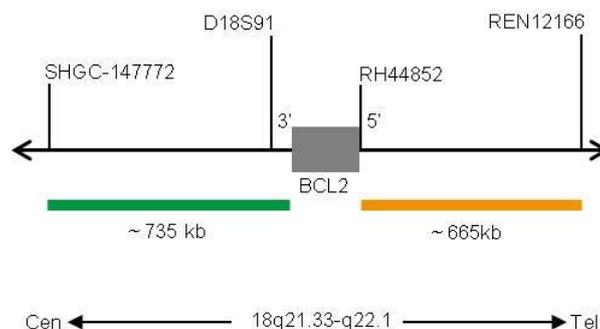
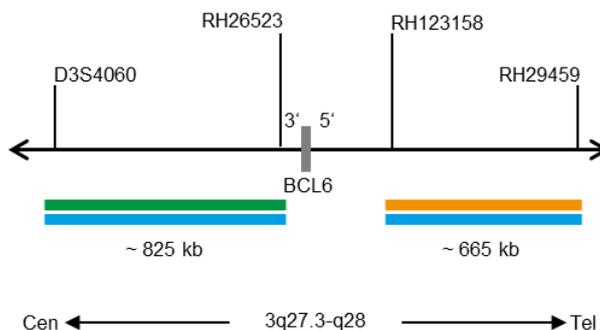

Fig. 1: BCL2 Mapa de la sonda (no está a escala)
Fig. 2: BCL6 Mapa de la sonda (no está a escala)
- Polinucleótidos marcados en verde (excitación a 503 nm/emisión a 528 nm) ZyGreen (~10 ng/ μ l), dirigidos a secuencias localizadas en 18q21.33* (chr18:60,046,152-60,779,138) proximales a la región del punto de ruptura de BCL2 y en 3q27.3* (chr3:186,578,337-187,403,834) proximales a la región del punto de ruptura de BCL6 (ver Fig. 1 y Fig. 2).
- Polinucleótidos marcados en naranja (excitación a 547 nm/emisión a 572 nm) ZyOrange (~2,5 ng/ μ l), dirigidos a secuencias localizadas en 18q21.33-q22.1* (chr18:60,994,528-61,658,503) distales a la región del punto de ruptura de BCL2 y en 3q27.3-q28* (chr3:187,744,962-188,411,425) distales a la región del punto de ruptura de BCL6 (ver Fig. 1 y Fig. 2).
- Polinucleótidos marcados en azul (excitación a 418 nm/emisión a 467 nm) ZyBlue (~70,0 ng/ μ l) dirigidos a secuencias localizadas en 3q27.3* (chr3:186,578,337-187,403,834) proximales a la región del punto de ruptura de BCL6 que se localizan conjuntamente con los polinucleótidos BCL6 marcados en verde, y en 3q27.3-q28* (chr3:187,744,962-188,411,425) distales a la región del punto de ruptura de BCL6 que se localizan conjuntamente con los polinucleótidos BCL6 marcados en naranja (ver Fig. 2).